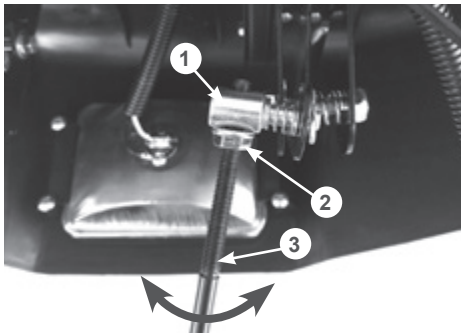

**Рис. 18 Проверка нейтрального положения**
- проверьте положение фрикционного колеса 1 относительно ведущего диска 2 (Рис. 18). Плоскость вращения фрикционного колеса 1 должна находиться точно по центру (оси вращения) ведущего диска 2 (Рис. 18);